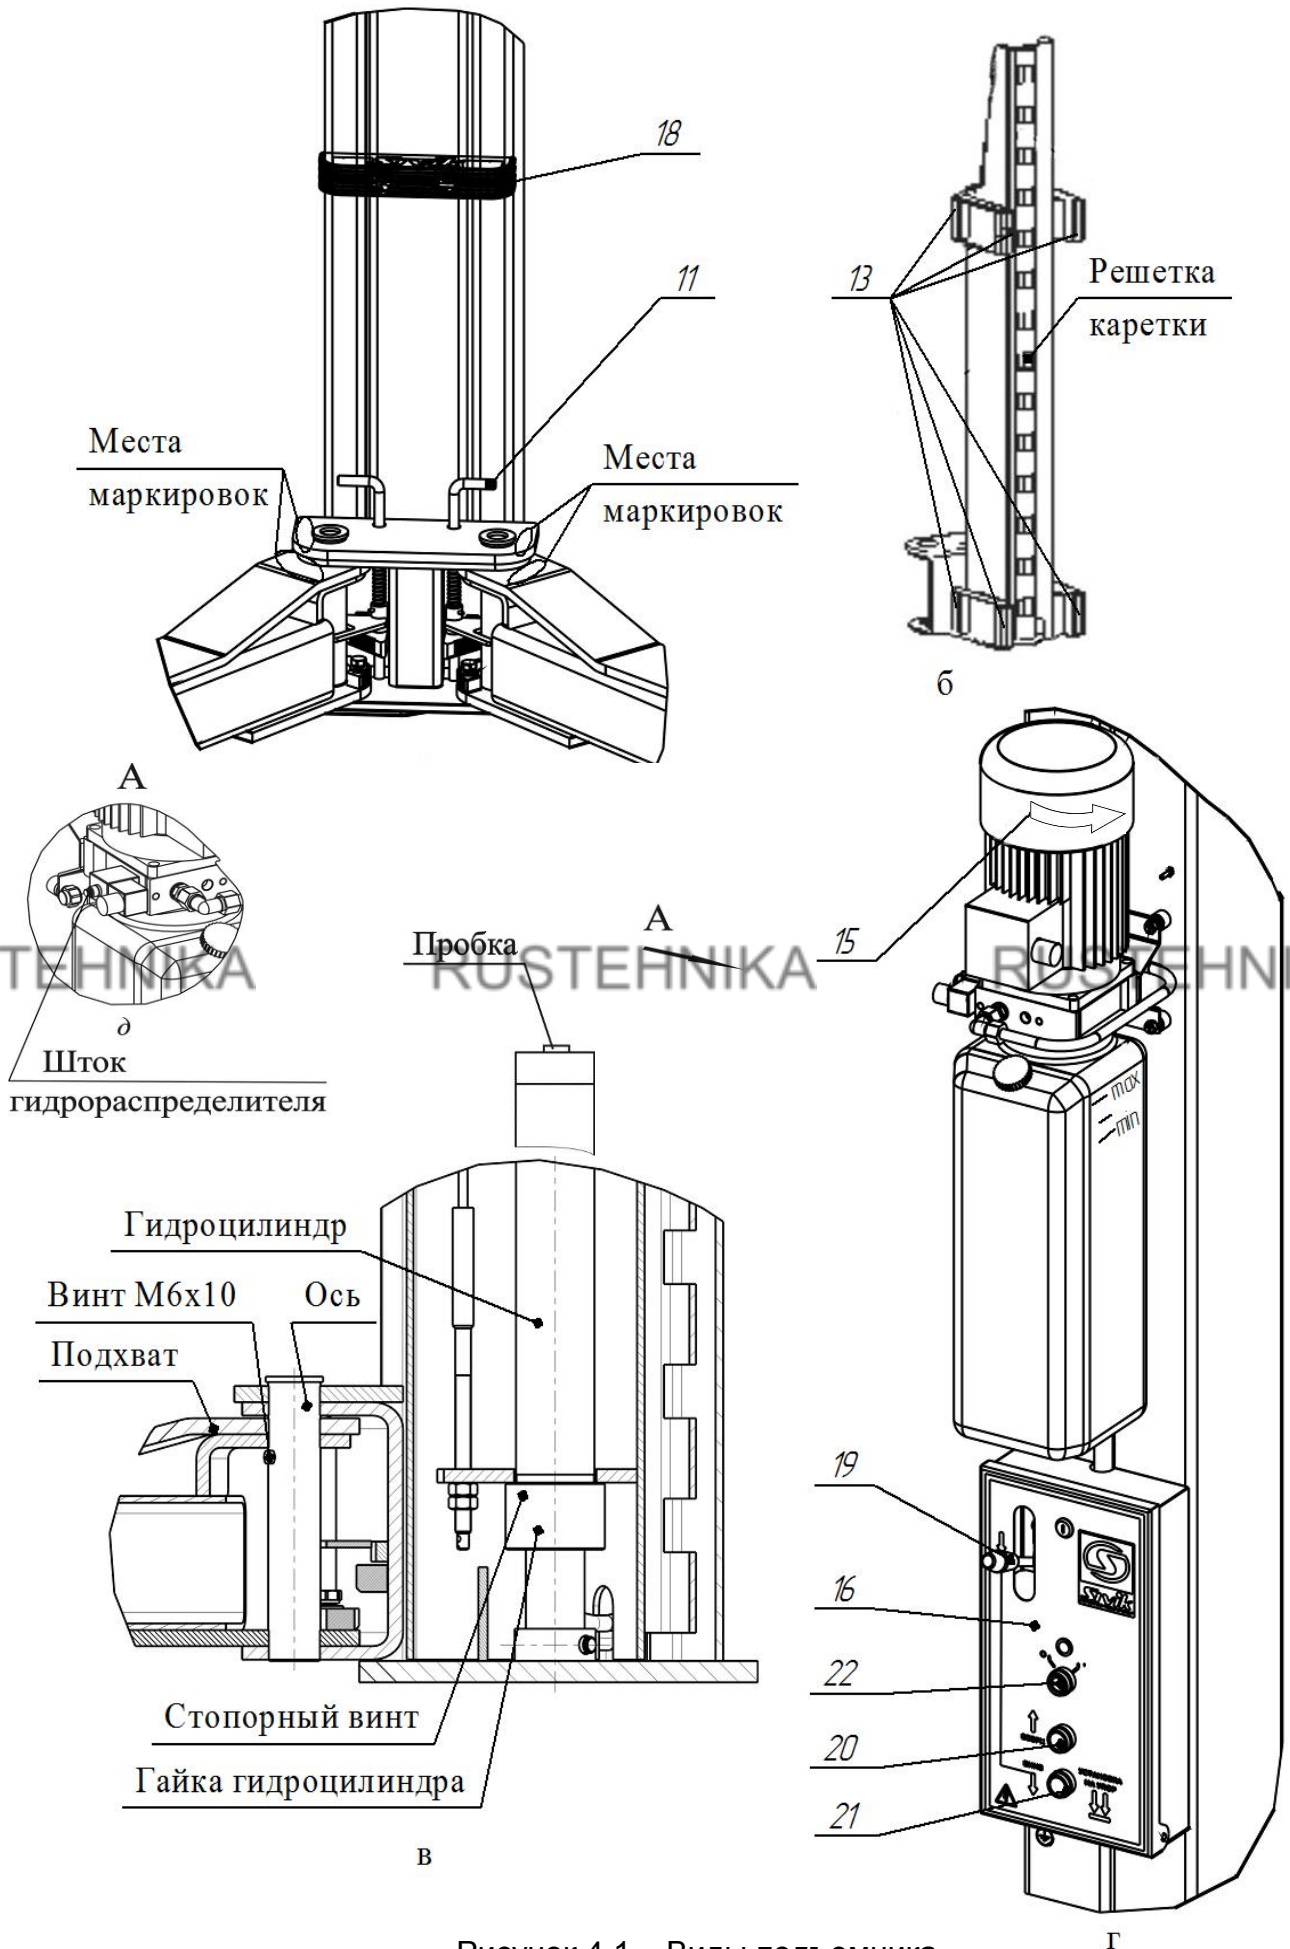

Рисунок 4.1 – Виды подъемника
Подъемник (рисунок 3.1) состоит из двух стоек коробчатого сечения - правой 1 и левой 2 с надставками 17 на каждой, соединенных между собой перекладиной 3. В стойках размещены каретки 4 с закрепленными на них поворотными телескопическими подхватами 5 и 6 разной длины. На концах подхватов 5, 6 установлены опоры 7, втулки резьбовые 8, втулки 9, 10, фиксируемые болтом М8х16. Подхваты фиксируются стопорными устройствами 11 (рисунок 4.1 а), автоматически срабатывающими при подъеме автомобиля. При опускании кареток 4 в крайнее нижнее положение происходит автоматическое расстопорение подхватов 5 и 6. Каретки 4 приводятся в движение гидравлическими цилиндрами, установленными внутри стоек. Подъемник снабжен системой 12 тросовой синхронизации движения кареток 4.
Каждая каретка 4 (рисунок 4.1 б) снабжена полиамидными ползунами 13, скользящими по беговым дорожкам стоек 1 и 2. Каретки фиксируются на требуемой высоте стопорами-защелками 14 (рисунок 3.1), закрепленными на стойках 1,2 и входящими в зацепление с решетками на каретках 4.
На правой стойке (рисунок 4.1 г) размещена насосная станция 15 с пультом управления 16. Внутри насосной станции 15 находится клапан предохранительный, предотвращающий перегрузку в гидросистеме. Клапан предохранительный настроен на заданное давление и опломбирован.
Для предотвращения повреждения дверей автомобиля (при открывании) на каретки 4 установлены накладки 18, фиксируемые винтами М8х30, шайбами 8Г и шайбами 8 (рисунок 3.1 и рисунок 4.1 а).
Управление подъемником осуществляется рычагом 19 (рисунок 4.1 г) и двумя кнопками 20 и 21, установленными в пульте управления 16. Рычагом 19 осуществляется расстопорение кареток 4, а кнопками 20 и 21, подъем (кнопка 20) и опускание (кнопка 21) кареток 4.
ВНИМАНИЕ! Перед сборкой проверить затяжку гаек гидроцилиндров и стопорных винтов (рисунок 4.1 в).
Для того чтобы проверить срабатывание упругой тяги 31, необходимо одному человеку прижать рукой защелку 14 к стойке 2, а другому повернуть рычаг 19 (рисунок 4.1 г) вниз. Упругая тяга 31 должна вытянуться на полный ход штока 30.
При повороте рычага 19 вниз (рисунок 4.1 г), защелка на левой стойке должна отвестись, так же как отвелась защелка на правой стойке. При повороте рычага 19 вверх (рычаг 19 должен удерживаться в верхнем положении пружиной), защелки на левой и правой стойке должны вернуться в исходное положение. Регулировка проводится выборкой слабины тросика 23 и обжатием петли от вытягивания зажимом 29.
6.9 Открутить пробку бака насосной станции 15 и залить масло (около 12 л) до верхней метки «МАХ» (рисунок 4.1 г). Уровень масла контролировать визуально. Установить пробку бака на место.
- кратковременным нажатием на кнопку 20 (двигатель должен работать, вращение крыльчатки по стрелке на кожухе эл. двигателя, а из бака должно убывать масло, рисунок 4.1 г).
- отвернуть пробки у каждого гидроцилиндра на один оборот (рисунок 4.1в)
6.13 Подхваты 5, 6 установить согласно маркировки как представлена на рисунке 4.1а и зафиксировать осями к кареткам 4 стоек (рисунок 4.1 в). Оси фиксировать винтами М6х10. Допускается разновысотность подхватов до 10 мм. Убедитесь, что подхваты фиксируются стопорными устройствами 11.